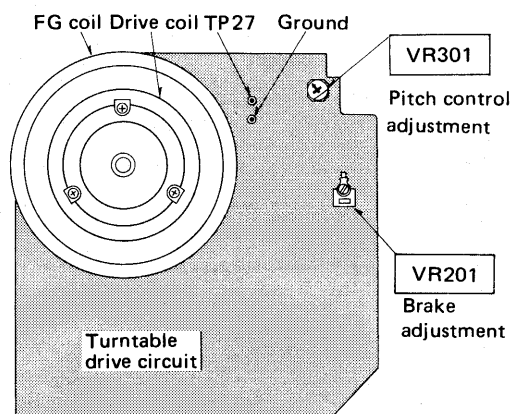

Fig. 19 Abb. 19
2. Depress the stop button in rotating mode and adjust VR201 so that the turntable platter stops within a range of 90° ~ 180° (See Fig. 19.)
1. Connect a frequency counter between TP27 and terminal G. (See Fig. 19.)
2. Die Stoptaste im rotierenden Zustand drücken und VR201 so abstimmen, daß der Plattenteller innerhalb $90^\circ - 180^\circ$ stoppt. (Siehe Abb. 19.)
1. Einen Frequenzzähler zwischen TP27 und Anschluß G anschließen. (Siehe Abb. 19.)
2. Appuyer sur la touche d'arrêt dans le mode de rotation et ajuster VR201 de telle sorte que le plateau de lecture s'arrête en deçà d'une plage de 90°–180°. (Voir la Fig. 19.)
1. Raccorder un fréquencemètre entre TP27 et la borne G. (Voir la Fig. 19.)
2. Apretar el botón de parada en estado giratorio y regular VR201 de manera tal que el platillo del plato giratorio cese de girar en un ámbito de 90° — 180° . (Ver la Fig. 19.)
1. Conecte un contador de frecuencia entre TP27 y terminal G. (Vea la Fig. 19.)